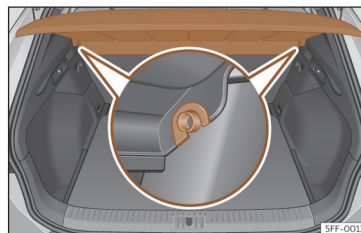

Fig. 174 Na bagageira: desmontar e montar a chapeleira.
- Desencaixe a chapeleira dos suportes laterais >>> **Fig. 174** puxando-a para cima e retire-a.
- Introduza a chapeleira horizontalmente fazendo coincidir a «fechadura» sobre o eixo dos suportes >>> **Fig. 174**, e pressione para baixo até que encaixe.